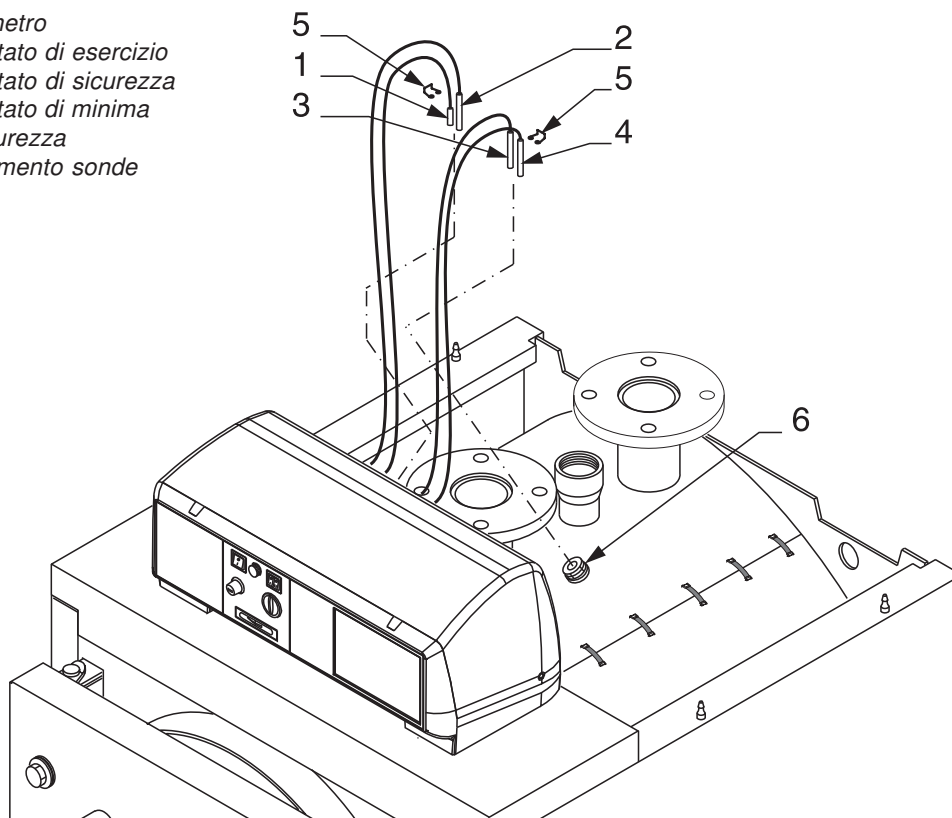

fig. 30
- A) Montare l'isolamento (pos. 1) del corpo caldaia e fissare i 2 lembi di giunzione con le mollette elastiche (pos. 2) fornite nella scatola accessori, agganciandole alla parte esterna in tessuto dell'isolamento.
- B) Posizionare i pannelli laterali (pos. 3 e 4) con la piega inferiore all'interno dei profili ad L sulla base del corpo caldaia ed agganciando la parte superiore nei tagli sulle piastre. Per determinare quale dei due fianchi sia il destro o il sinistro, fare riferimento alle piastrine passacavi (pos. 9): devono essere verso il davanti della caldaia.
- C) Aprire la porta della caldaia e montare l'isolamento anteriore (pos. 5) inserendo le cerniere negli appositi tagli. Inserire i bordi laterali dell'isolamento sotto la piega dei due fianchi (pos. 3 e 4).
- D) Fissare il pannello posteriore superiore (pos. 6) con le apposite viti autofilettanti. Montare i fermacavi (pos. 7) al pannello posteriore superiore.
- Fissare il pannello comandi al pannello superiore (pos. 8). Appoggiare il pannello superiore pos. 8, completo del pannello comandi ai due fianchi del mantello.
- F) Inserire nelle guaine i bulbi degli strumenti come indicato in fig. 30 ed eseguire il collegamento elettrico del pannello comandi alla linea di alimentazione, al bruciatore ed alle eventuali pompe, etc.
F) Inserire nelle guaine i bulbi degli strumenti come indicato in fig. 30 ed eseguire il collegamento elettrico del pannello comandi alla linea di alimentazione, al bruciatore ed alle eventuali pompe, etc.